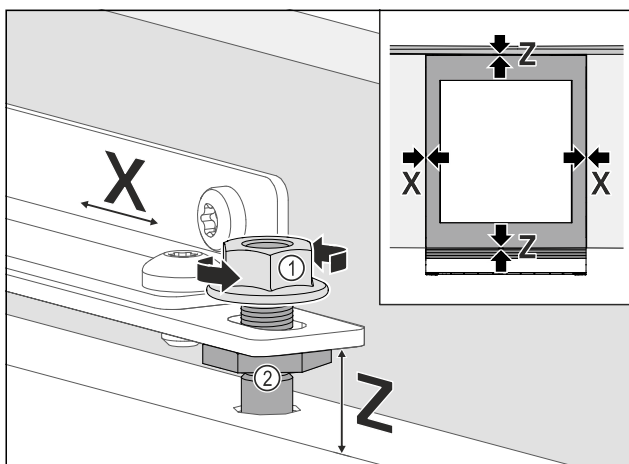

Fig. 97
- ▶ Nábytková dvířka vyrovnajte stranově: Uvolněte pojistné matice Fig. 97 (1), nábytková dvířka posuňte ve směru X.
- ▶ Pojistné matice Fig. 97 (1) dotáhněte.
- ▶ Nábytková dvířka vyrovnajte ve výšce Z a ve stranovém sklonu: Ustavovací čepy Fig. 97 (2) nastavte.